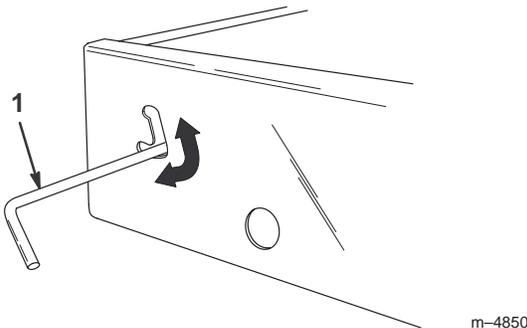

Figure 20
1. Poussez le verrou vers le haut dans la fente découpée dans le châssis (Fig. 20).
3. Pour bloquer le plateau sur le châssis, poussez le verrou en bas de la fente (Fig. 20).